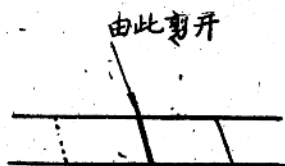
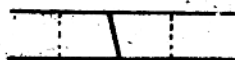

图 1. 用剪刀剪开磁带的方法
图 2 磁带对接法
③ 如果磁带短,需要联接。磁带的联接应采用对接,先将二条磁带迭起来,用剪刀从中剪断,如图 1 所示。再将药面的剪断处两头对起来,反面用纸贴好,如图 2 所示。